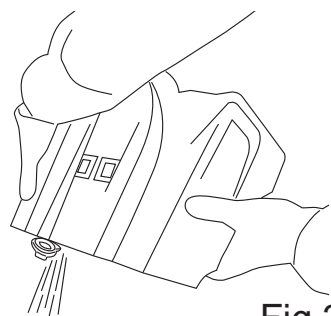

Fig.27
- Leeren Sie den Tank (Abb. 27).